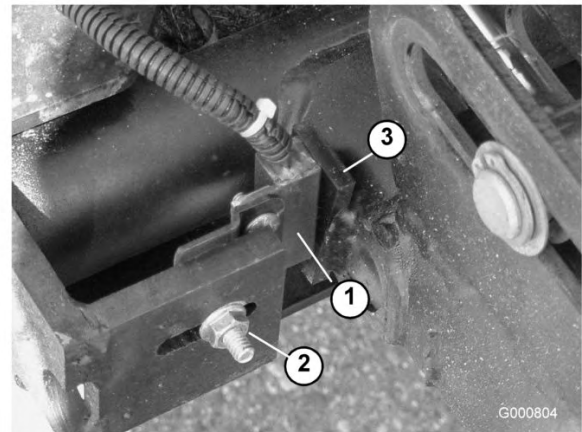

Figura 91
- Afije la tuerca del perno de cuello cuadrado que fija el soporte del interruptor del brazo de elevación a los brazos de elevación Nº 4, Nº 6 y Nº 7 (Figura 91). La figura muestra el Nº 4.